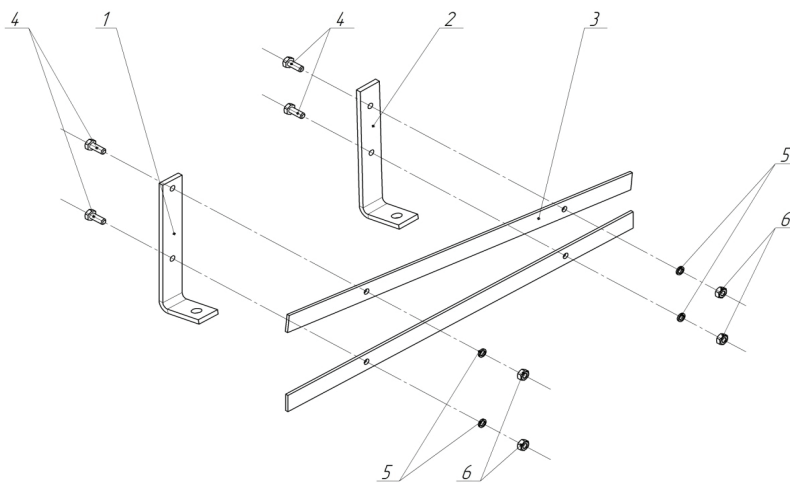

рис. 7
Составные части показаны на рис. 7.
2. Используя болты (4), шайбы (5) и гайки (6) собрать две лопасти как показано на рис. 7. Затяжку болтовых соединений произвести от руки.
**Внимание!** Кронштейн у которого межосевое расстояние 86 мм. между двумя отверстиями диаметром 6мм. является кронштейном нижним (1). Кронштейн у которого межосевое расстояние 58 мм. между двумя отверстиями диаметром 6мм. является кронштейном верхним (2). Соответственно в каждой лопасти по одному верхнему и нижнему кронштейну. При этом в бетоносмесителе Б120П лопатку (3) необходимо крепить к кронштейну нижнему (1) той стороной, с которой расстояние от торца лопатки до крепёжного отверстия больше. В бетоносмесителе Б140П расстояния от торцов лопатки до крепёжных отверстий равные.
**Внимание!** При монтаже лопасти необходимо обратить внимание, что кронштейн верхний (2) крепится к ёмкости верхней, а кронштейн нижний (1) крепится к ёмкости нижней.